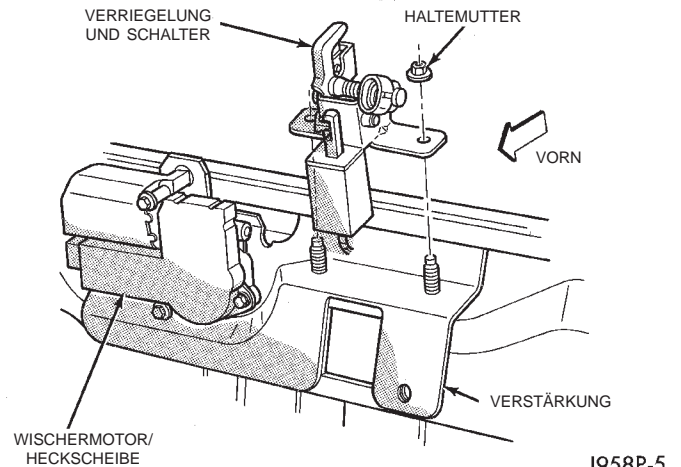

Abb. 70 Verriegelung/Ausstellscheibe
- (1) Heckklappe öffnen.
- (2) Untere Verkleidung der Heckklappe abbauen.
- (3) Haltemuttern der Verriegelung lösen (Abb. 70).
- (4) Die Steckverbinder des Schalters abziehen.
- (5) Verriegelung von der Heckklappe abbauen.